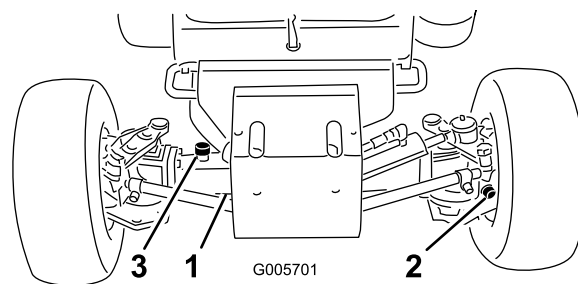

Figura 31
2. Retire os tampões de verificação do eixo e certifique-se de que o lubrificante atinge a parte inferior de cada orifício. Se o nível estiver baixo, retire o tampão de enchimento e adicione lubrificante suficiente para o nível de lubrificante subir até ao fundo dos orifícios dos tampões de verificação (Figura 31).